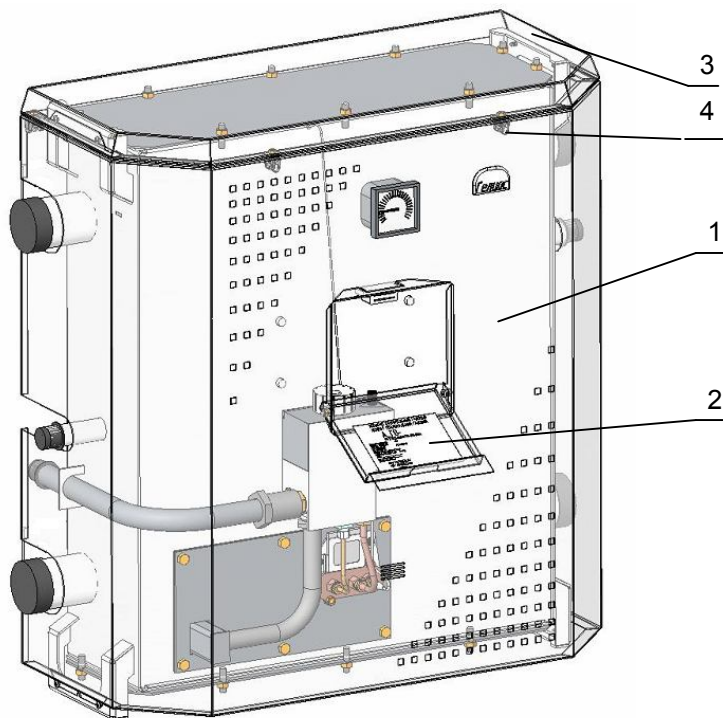

Рис. 3
5.4 Схема облицовки аппарата представлена на Рис.3.